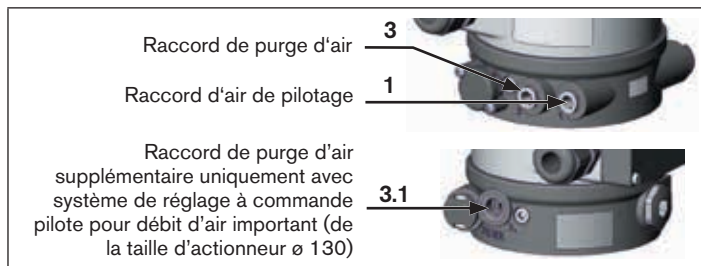

Fig. 8 : Raccordement pneumatique
- Raccorder le fluide de commande au raccord d'air de pilotage (« Fig. 8 »: 1)
- Monter la conduite de purge d'air ou un silencieux sur le raccord de purge d'air (« Fig. 8 »: 3) et sur le raccord de purge d'air supplémentaire (« Fig. 8 »: 3.1) si disponible.